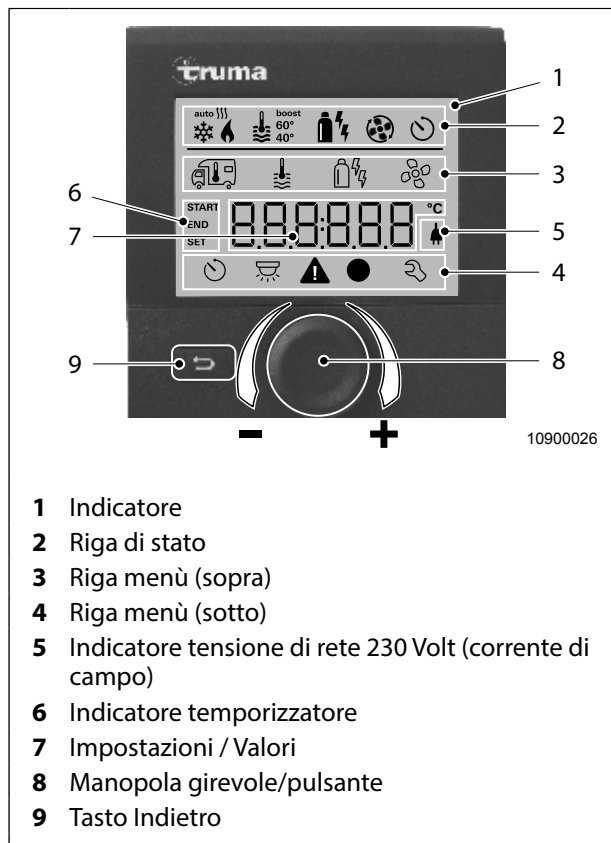

Fig. 60 Unità di comando Truma CP plus (accessorio speciale)
La manopola/il pulsante (Fig. 60, pos. 8) serve per selezionare i menù oppure per modificare i valori da impostare.
Con il tasto Indietro (Fig. 60, pos. 9) ritornate al menù precedente o alla visualizzazione precedente.